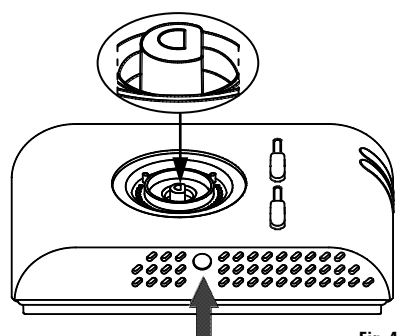

Fig. 4
- 3** À l'aide d'un tournevis, pousser la languette plastique située dans la fente en bas jusqu'à soulever légèrement la calotte (Fig. 4).